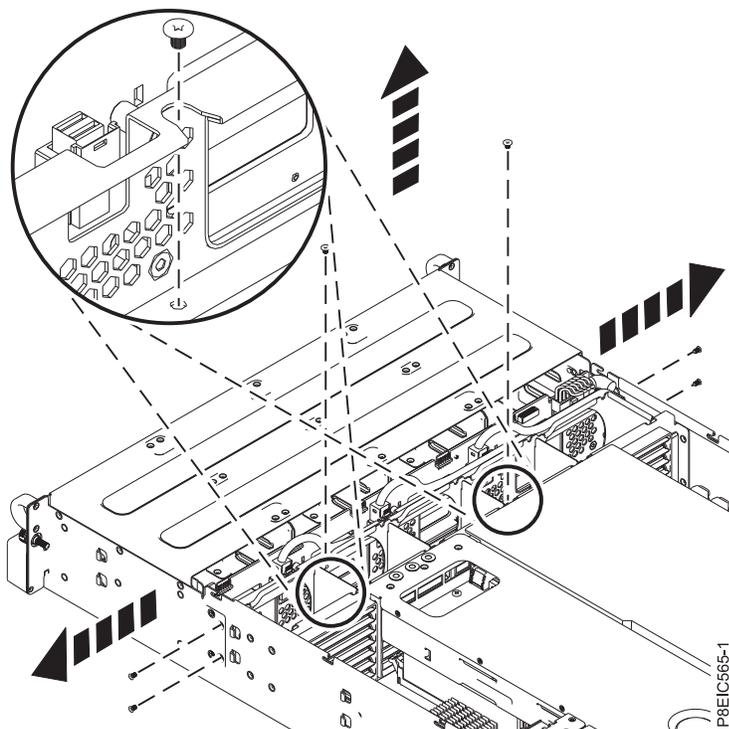

Figura 26. Removendo os parafusos do painel traseiro da unidade de disco
7. Remova os dois parafusos da parte inferior do painel traseiro da unidade de disco conforme mostrado na Figura 26.
8. Remova dois ou quatro parafusos que prendem o painel traseiro da unidade de disco, conforme mostrado na Figura 26. Um ou dois parafusos que devem ser removidos estão localizados juntos em cada lateral do chassis; certifique-se de remover os parafusos indicados.